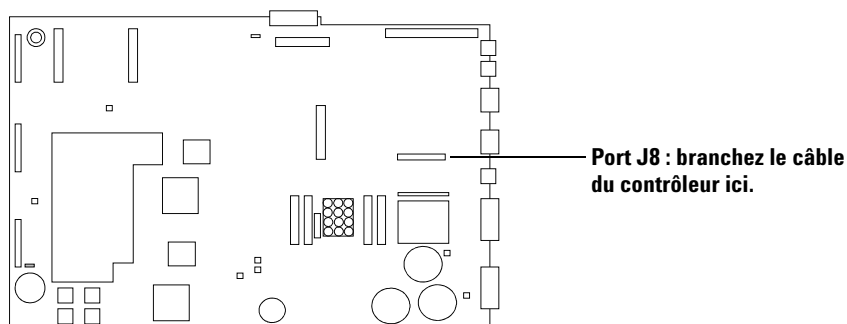

Figure 31 Carte principale du CPG
- 9 Branchez le câble de la carte à circuit imprimé du contrôleur (G2612-60510) au port J8 de la carte principale et au port P5 de la carte d'interface ALS. Glissez le câble dans la découpe figurant dans la carte principale (voir Figure 29 et Figure 31).